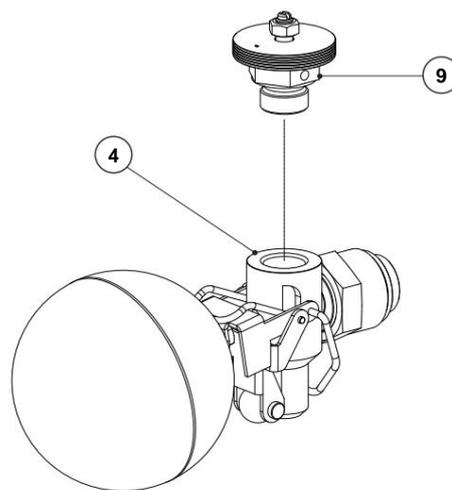

Figura 7
1. Desaperte os parafusos (10) gradualmente em padrão cruzado e separe a tampa (2) do corpo (1).
2. Remova a junta do corpo (3) e limpe bem as superfícies, sem deixar restos de grafite.
3. Desaparafuse a porca da sede (4A), remova a junta (5) e o conjunto do mecanismo (4, 6, 7, 8, 9).
5. Se apenas a ventilação automática (9) precisar ser substituída, prenda firmemente a sede (4) em uma morsa com garras macias (fixada pelo corpo da sede e não pela porca da sede) e desaparafuse a ventilação automática (9) – consulte Figura 7.
7. Aplique um selante de silicone adequado na rosca do novo purgador automático (9) e aperte com o torque recomendado – consulte a seção 9.6 – Torques de aperto.
8. Substitua a junta (5) se necessário e aperte a porca da sede (4A) sem apertar no corpo (1).
9. Fixe a sede (4) com o purgador automático (9) voltado para cima e aperte a porca da sede (4A) com o torque recomendado – ver seção 9.6 – Torques de aperto.